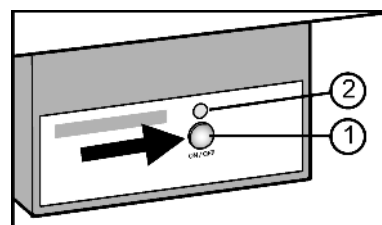

Fig. 12
- Premere il tasto On/Off Fig. 12 (1) finché si illumina il LED Fig. 12 (2).